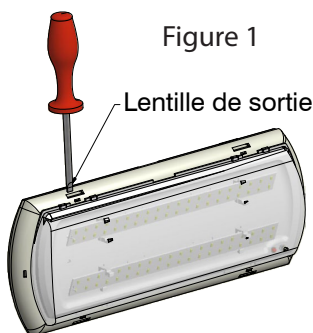

Figure 1
1. À l'aide d'un tournevis plat, appuyer légèrement sur les clips vers le bas et vers l'intérieur pour les dégager. Répéter pour les 4 agrafes pour retirer la lentille. (figure 1).